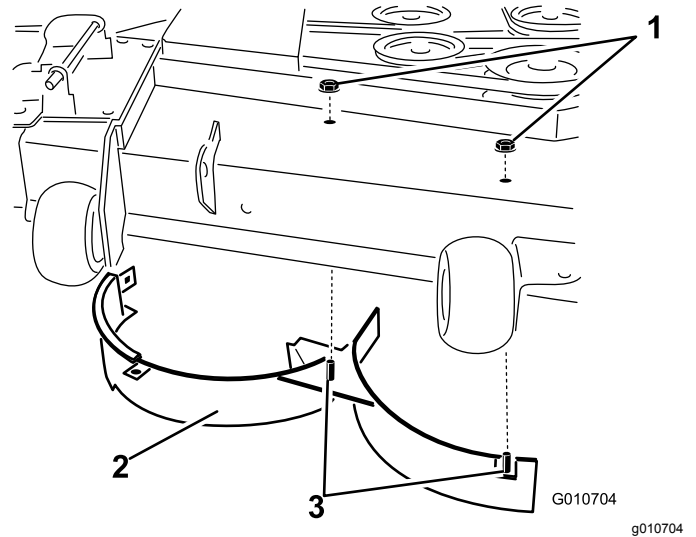

**Figura 31**
7. Rimuovete i 2 bulloni a testa tonda (5/16 x 3/4 poll.) e i 2 dadi di bloccaggio (5/16 poll.) che fissano il deflettore destro e la protezione del deflettore assemblati sul piatto di taglio (Figura 31).